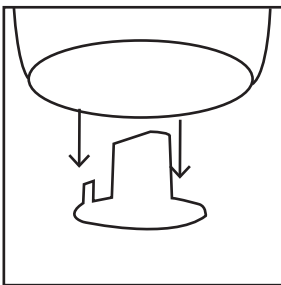

Fig. 2
3. Détachez le support de localisation de l'ampoule situé sous l'unité pour accéder à l'ampoule. (Fig. 2)